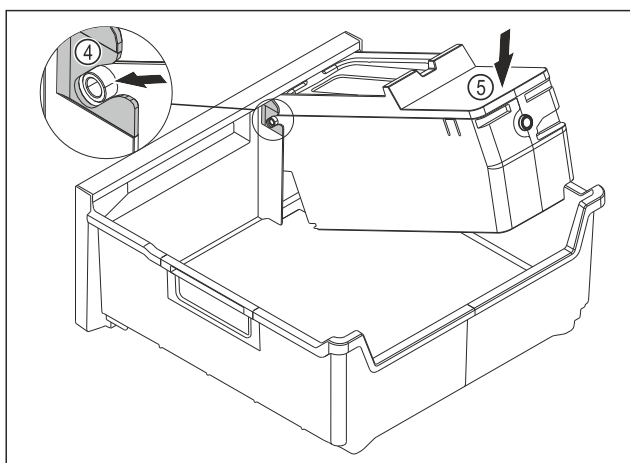

Fig. 246
- Смонтируйте корпус EasyTwist-Ice: Вставьте оси корпуса EasyTwist-Ice в направляющие Fig. 246 (4).
- Вдавите корпус EasyTwist-Ice Fig. 246 (5) вниз.